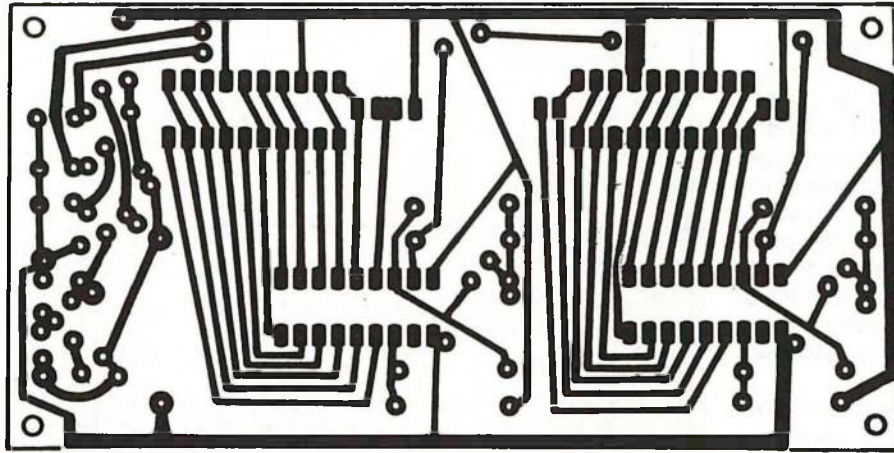

Figure 4
son pour que celles-ci dépassent au-dessus des autres composants, la figure 4 donne son tracé. Ne pas oublier les straps (4) lors du câblage qui débute par l'ensemble de la base de temps dont on pourra ainsi vérifier le bon fonction-